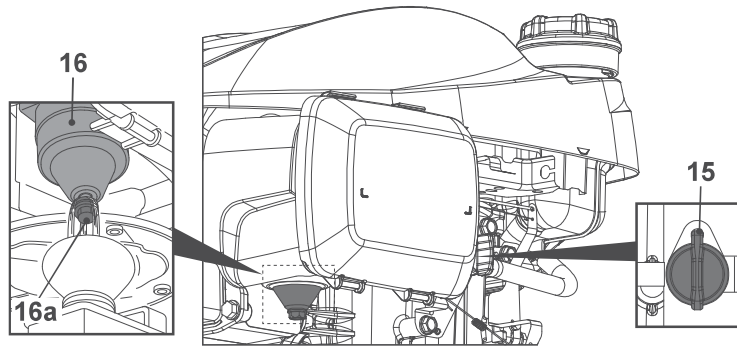

Fig. 33
2. Gire la palanca de la válvula de combustible (15) a la posición OFF.
- Desenrosque el tornillo de drenaje de combustible (16a) y deje que el combustible fluya al recipiente (Fig. 33).